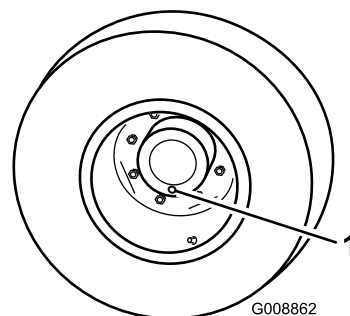

Рисунок 67
1. Поставив машину на ровную поверхность, расположите колесо так, чтобы одна контрольная пробка находилась в самом нижнем положении («6 часов») (Рисунок 67).